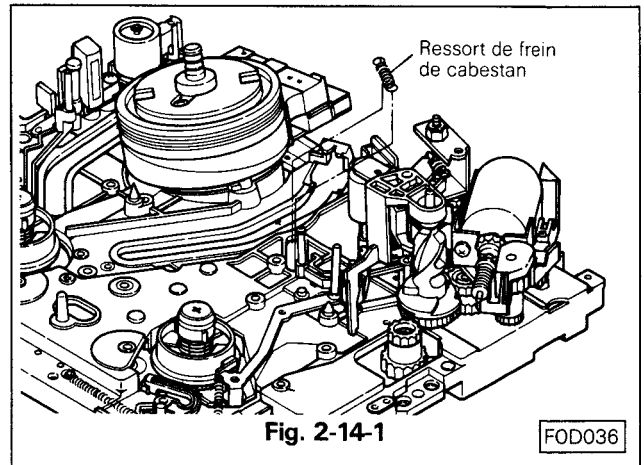

Fig. 2-14-1
2-14-1 DEMONTAGE (Voir Fig. 2-14-1)
- Contrôler que le commutateur de position soit en position éjection. Refixer la platine avec les cinq vis de fixation et ressouder les connexions de la tête FE. (Voir Fig. 2-14-1)
- Refixer le ressort du frein cabestan et du pignon de bras de chargement (côté dessus de l'appareil). (Voir Fig. 2-14-1)
- I. Contrôler que le commutateur de position est en position éjection. Fixer la platine et revisser les cinq vis. Ressouder les connexions de la tête FE. (Voir Fig. 2-14-1 et 2-14-2)